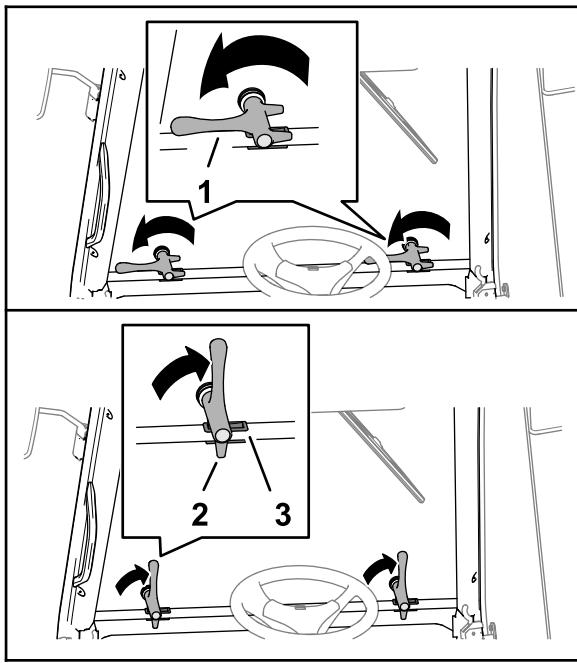

Figure 14
- Pour ouvrir le pare-brise, tournez les poignées de verrouillage dans le sens antihoraire (à l'horizontale), et poussez-les vers l'avant (Figure 14).
- Pour fermer le pare-brise, tournez les poignées de verrouillage à l'horizontale, tirez sur les poignées jusqu'à ce que le pare-brise soit ramené en place et tournez les poignées dans le sens horaire jusqu'à ce qu'elles soient verticales (Figure 14).